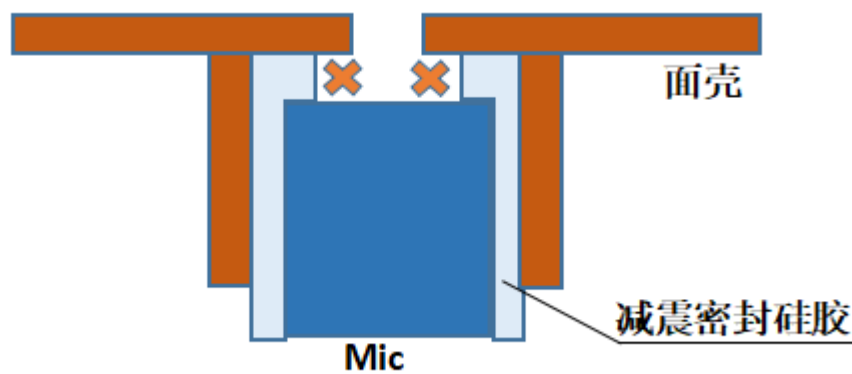

图 11 空腔示意图
- a) 麦克风固定于硅胶套内，且注意麦克风和硅胶套上端和面壳内表面一定不能存在空腔，避免腔体反射对麦克风录音效果影响。空腔如图11所示；